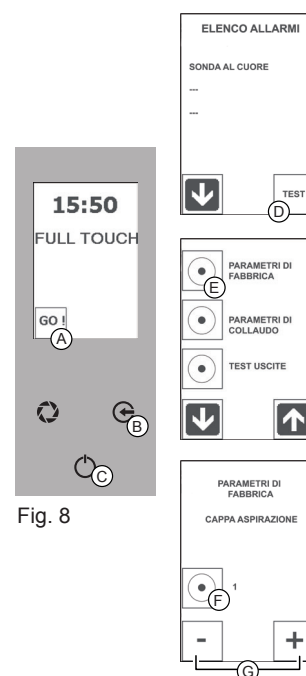

Fig. 8
1. Premere l'icona "GO!" per attivare il menù principale (Fig. 8/A).
2. Premere contemporaneamente l'icona "GO!" e il tasto "INVIO" per selezionare la funzione "ELENCO ALLARMI" (Fig. 8/A+C).
3. Premere l'icona "TEST" (Fig. 8/D) e l'icona "PARAMETRI" (Fig. 8/E) per entrare nella funzione.
4. Premere più volte l'icona "PIÙ" (Fig. 8/G) per selezionare la funzione "CAPPA ASPIRAZIONE" e l'icona "CONFERMA" (Fig. 8/F) per entrare nella funzione.
5. Impostare il valore "1" con l'icona "PIÙ" e premere l'icona "CONFERMA" per memorizzare (Fig. 8/F).
Premere più volte il tasto "ESC" (Fig. 8/B) per uscire dalla funzione e tornare alla schermata iniziale.